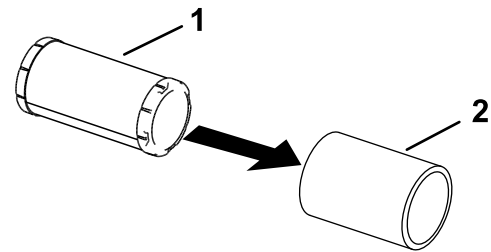

Figura 34
5. Separe los elementos de gomaespuma y papel (Figura 34).